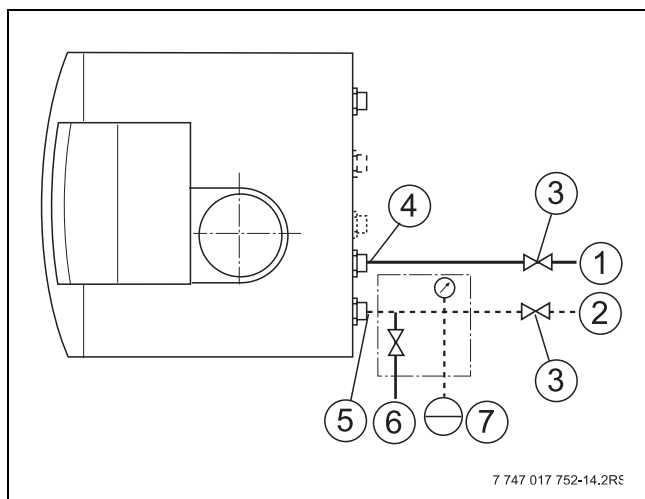

Fig. 16 Collegamento di mandata e ritorno
- Montare il vaso di espansione (→ fig. 16, [7]) nel gruppo "Attacco MAG" [1] o nel ritorno. Se si utilizza un collettore aperto sul lato secondario del collettore aperto, collegare il vaso di espansione al ritorno.